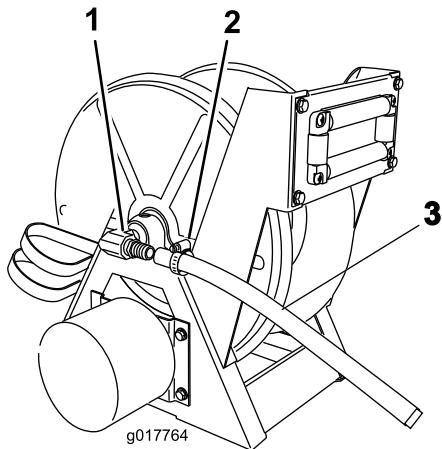

图11
3. 将软管端安装在软管卷总成药缸一侧的直角宝塔接头上 (图11)。